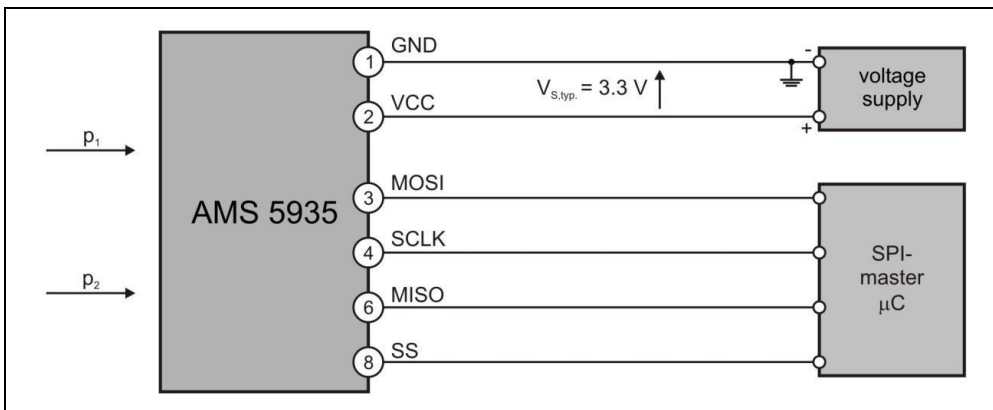

图 3: SPI 基本电气连接图
为了使用 SPI 协议输出数据，AMS 5935 传感器的基本电路如图 3 所示。对于 SPI 通信，必须连接 PIN1 (GND)、PIN2 (VCC) 和 PIN3 (MOSI)、PIN4 (SCLK)、PIN6 (MISO) 和 PIN8 (SS) 的 SPI 总线。
AMS 5935的数字接口支持通过SPI总线进行通信，它的电气连接见图3所示。为了设置AMS 5935的数字SPI接口进行SPI通信，通电后的第一次通讯必须是激活SS线。在启动过程中（通电2.5毫秒后），SCKL线路上不允许进行任何转换。AMS 5935数字接口的SPI设置必须在每次通电后或通电复位（POR）后进行重置。